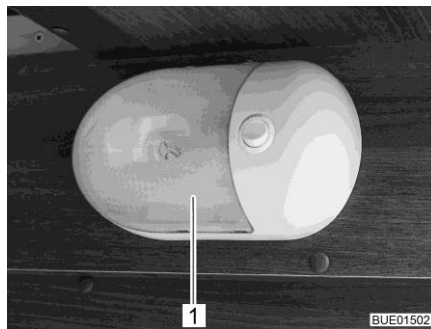

Bild 298 Aufbauleuchte
- Transparente Abdeckung (Bild 298,1) vorsichtig auf beiden Seiten zusammendrücken, leicht vom Schalter wegziehen und nach vorn abnehmen.